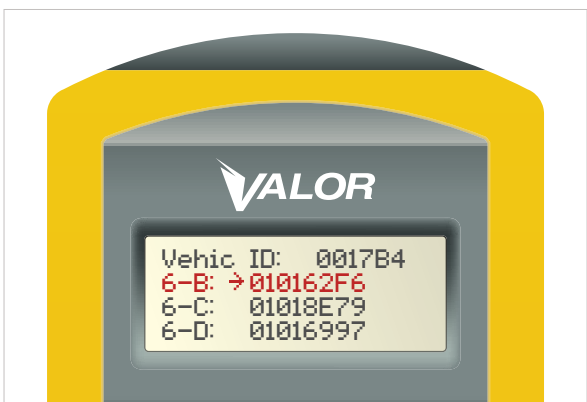

Figure 23
4. Le SmarTool affiche l'ID du capteur à la position qui lui a été attribuée lors de la programmation. (Figure 23)